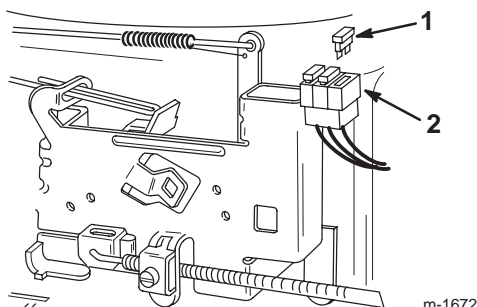

Figure 30
1. Pour remplacer un fusible, tirez dessus pour l'enlever de son emplacement (Fig. 30).